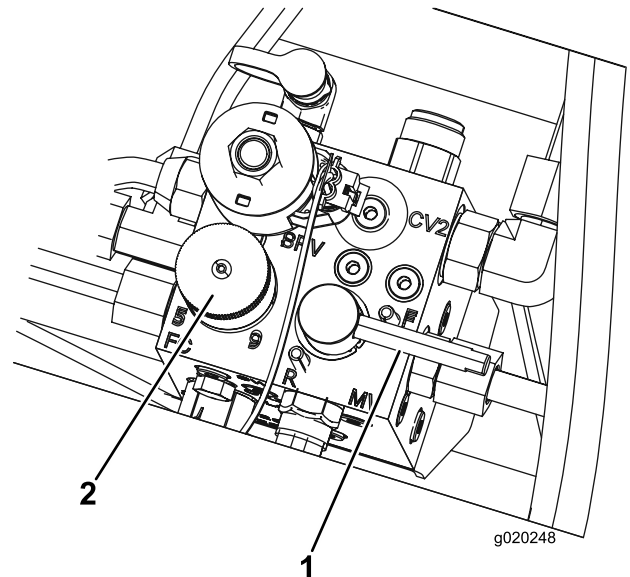

Figura 66
5. Ponga el control de velocidad del molinete en la posición 1 (Figura 66).
6. Mueva la palanca de Autoafilado a la posición de autoafilado (R) (Figura 66).